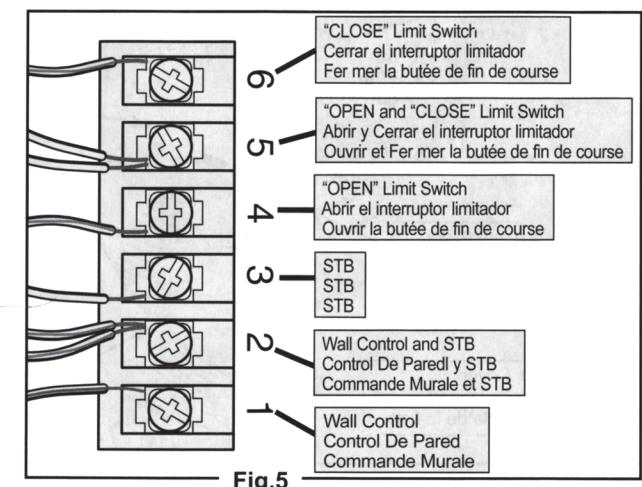

Fig.5
10. Remove and Install wires from old Controller Board**Terminal Strip to New Controller Board Terminal Strip (Fig. 5)**
10.Quitar e instalar los alambres de la regleta de terminales del tablero regulador viejo a la regleta de terminales nueva del tablero regulador (Fig. 5)
10. Enlever et installer les fils de l'ancien bornier de la carte du contrôleur sur le nouveau bornier de la carte du contrôleur (Fig. 5)